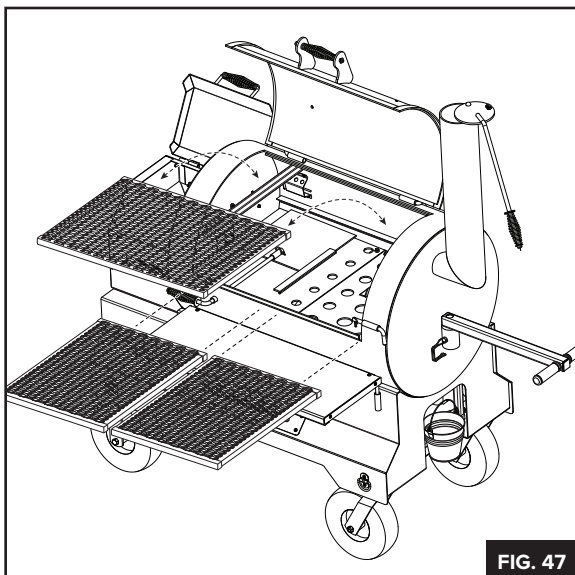
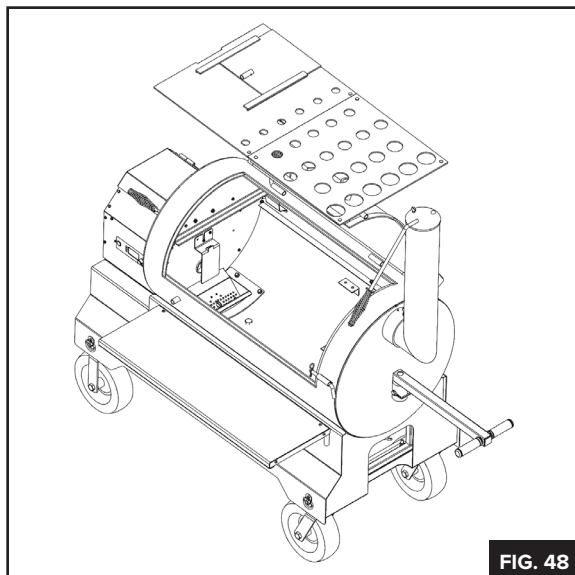
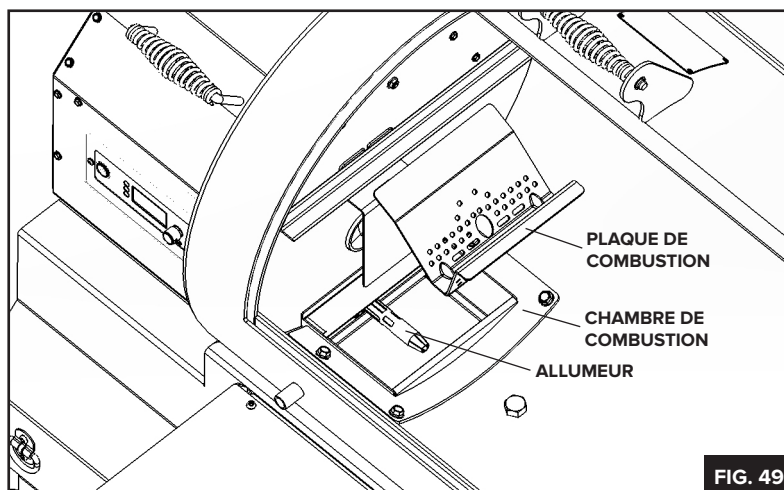

FIG. 47
FIG. 48
FIG. 49
1. Assurez-vous que le cordon d'alimentation du Yoder est débranché. Enlever les grilles de cuisson, la deuxième étagère (**FIG. 47**), la plaque de gestion thermique (**FIG. 48**) et la grille de combustion (**FIG. 49**).